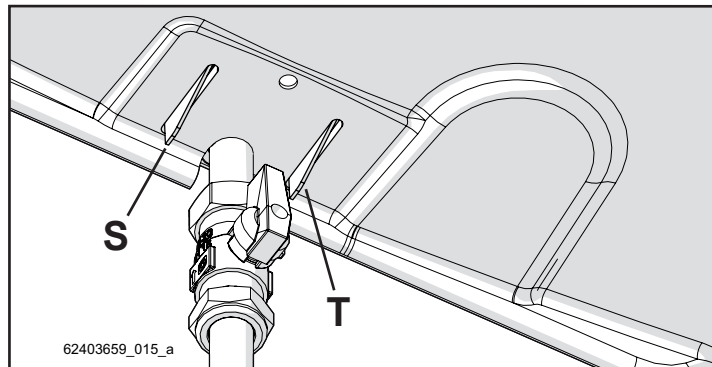
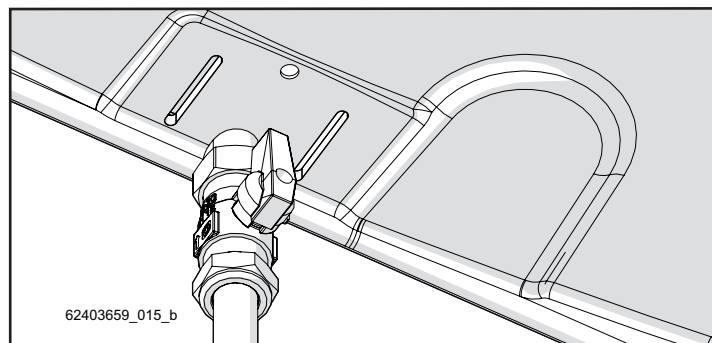
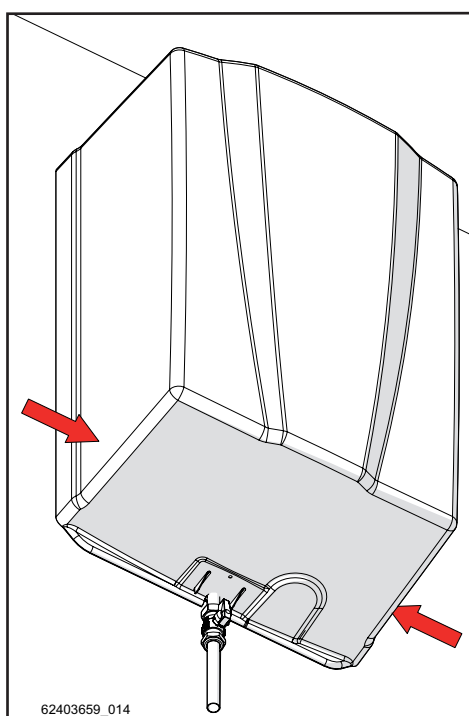

Figura 5-47
Figura 5-48
Figura 5-46
- 2 - Effettuare una pressione con le mani in corrispondenza delle aree indicate dalle frecce mostrate in figura 5-46; passando dalla posizione dei due fazzoletti "S" e "T" mostrata in figura 5-47, alla posizione in figura 5-48;